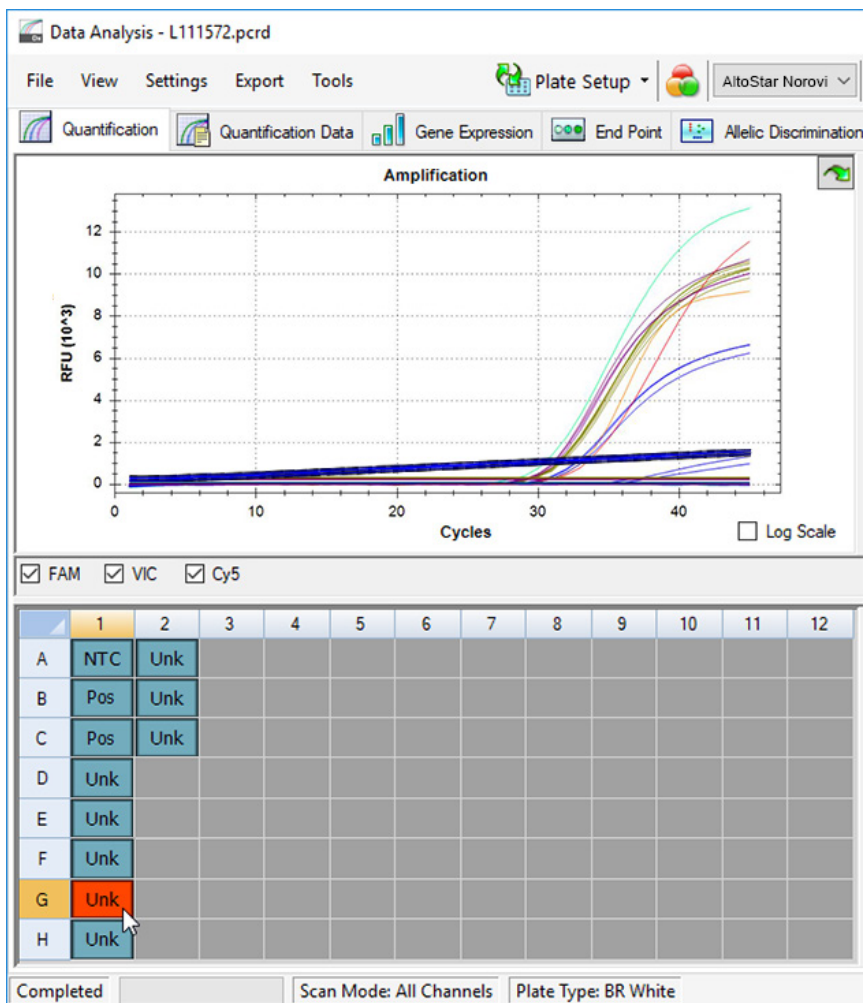

Figure 6: Fenêtre Data Analysis (Analyse des données) : signal PCR irrégulier
- Identifiez les puits présentant des signaux PCR irréguliers (augmentation linéaire du signal, pics de signal, etc.) dans l'un des canaux de détection FAM™ (cible Norovirus GII), VIC™ (IC) ou Cy5 (cible Norovirus GI) (voir la figure 6).